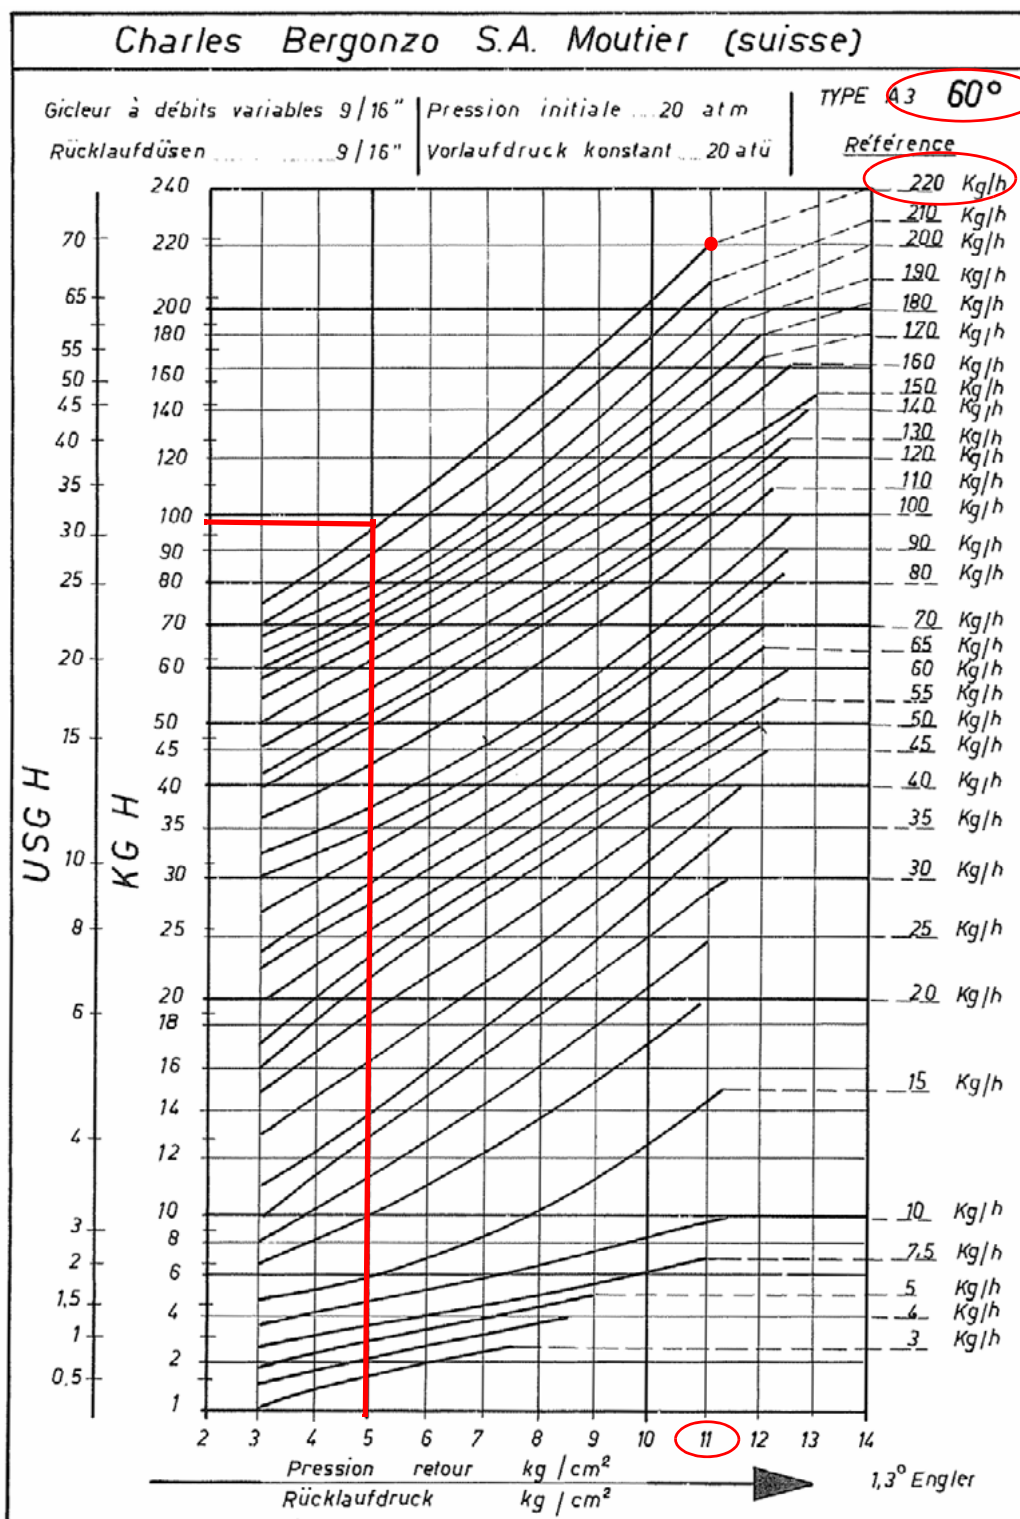
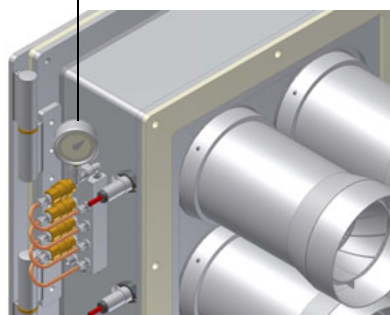
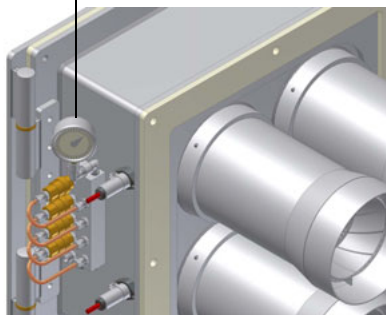

Рис. 12
Рис. 15
Рис. 18
Расход мазутного топлива регулируется за счет выбора форсунки (противопоточного типа), соответствующего мощности котла и типу применения размера, а также регулировки давления на прямом и обратном ходе жидкого топлива, согласно данных, указанных в таблице и на графике на Рис. 12 (для считывания давления - читайте последующие параграфы)
- 9 Давление питания форсунки уже отрегулировано заранее на заводе-изготовителе и не должно изменяться. Только в случае необходимости, отрегулировать давление питания (см. соответствующий параграф) следующим образом: установить манометр в положение, указанное на Рис. 15, воздействовать на регулировочный винт **VR** насоса (см. Рис. 14) до получения на форсунке давления в 19-20 бар (форсунки Bergonzo - см. график на Рис. 12);
Давление питания форсунки уже отрегулировано заранее на заводе-изготовителе и не должно изменяться. Только в случае необходимости, отрегулировать давление питания (см. соответствующий параграф) следующим образом: установить манометр в положение, указанное на Рис. 18, воздействовать на регулировочный винт **VR** насоса (см. Рис. 17) до получения на форсунке давления в 19-20 бар (форсунки Vergonzo - см. график на Рис. 12);